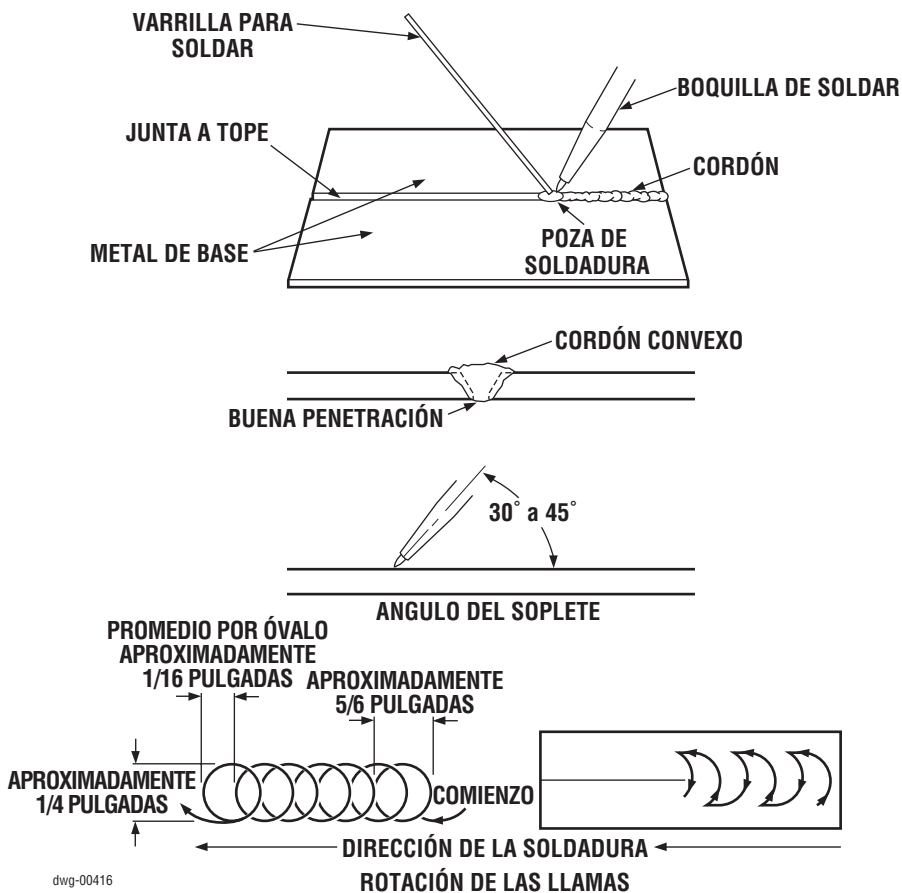

Figura 15: Comenzar y terminar la soldadura
2. Algunos metales más gruesos pueden necesitar una preparación especial. Los metales básicos de 1/8" o más pequeños no necesitan un corte biselado (ver figura 13, Además; ver figura 15 en la página 40).
2. Mantenga la boquilla del soplete a un ángulo de aproximadamente 45° hacia la junta (ver figura 15, página 40).